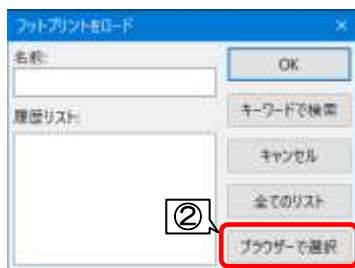

図 14-1
(2) ひな形の読み込み
- ① 上ツールバー  「ライブラリからフットプリントを開く」をクリックします。
- ② [ブラウザーで選択]をクリックします。 図 14-1